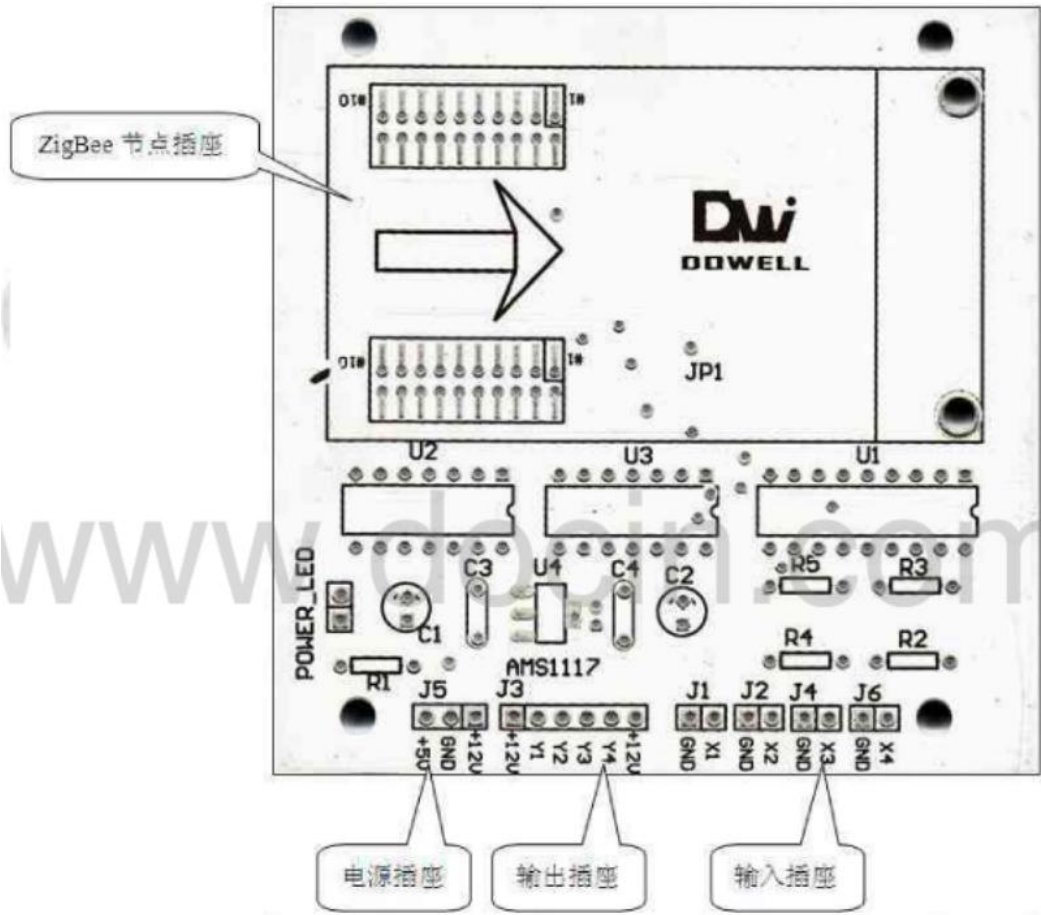
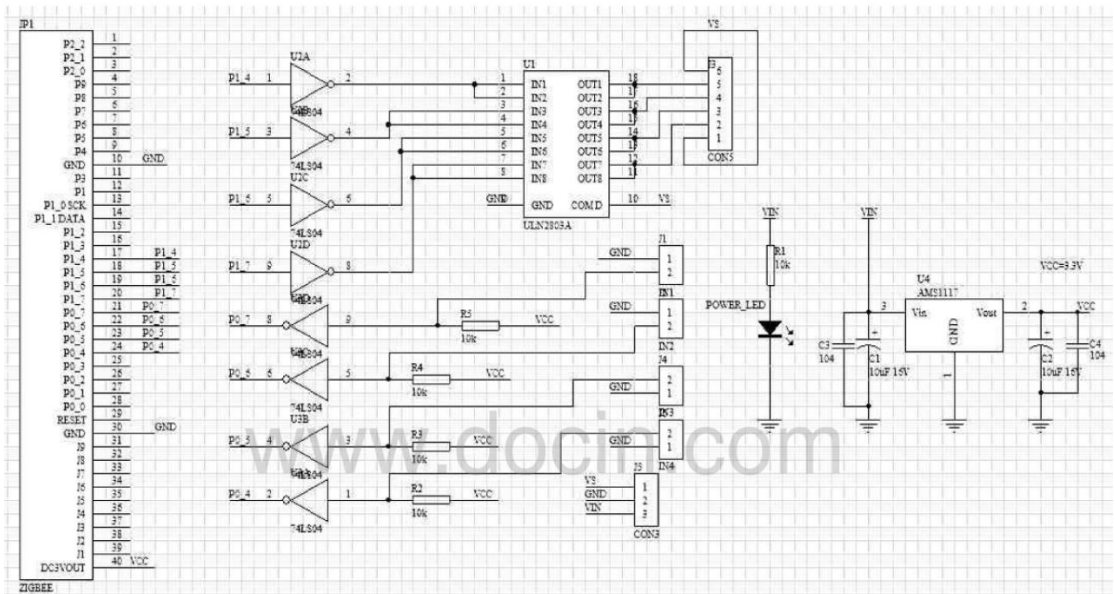
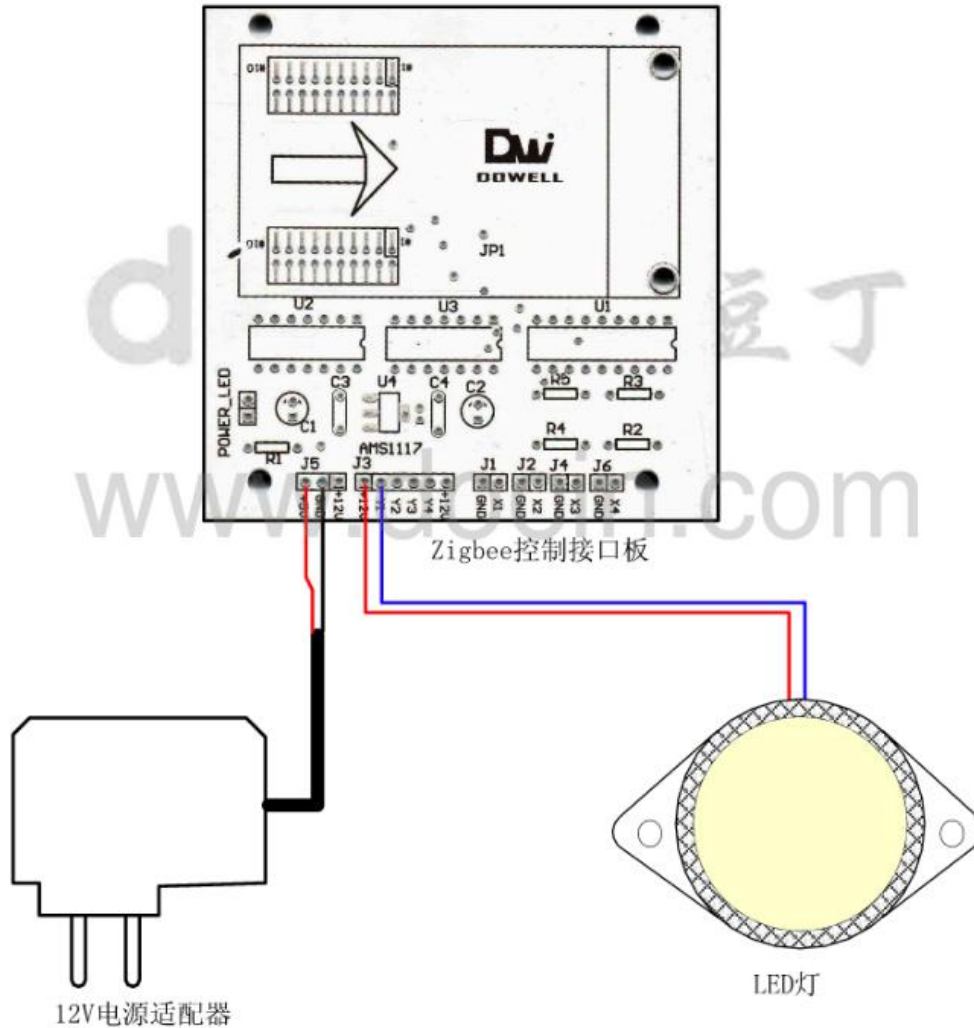

图 6 通用接口板实物图
图 7 扩展底板电路图
图 8 灯控模块电路连接图
请分析图6和图7的对应关系，然后再图7中，找出CC2430的输出控制端口和输入信号采集端口
灯光控制模块电路连接关系,见图 8
1.请分析并记录,结合图 7 和图 8,分析照明灯是由 CC2430 哪个端口控制。
2.测试并记录,按照图 8 连接线路,然后在不插入 CC2430 节点时,通过插装 CC2430 的插座中对应的控制端口加高电平或低电平,注意是 3.3V 逻辑电平,不能直接加 5V 或 12V